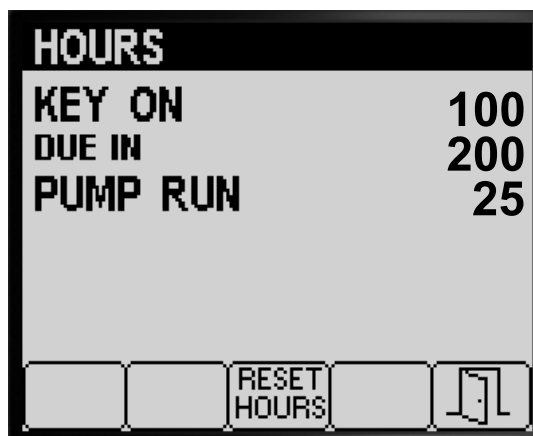

Figure 81
3. Utilisez le compteur affiché (Figure 81) pour déterminer ce qui suit :
4. Pour réinitialiser les heures pour tous les compteurs, appuyez sur le bouton 3 (Figure 81).
5. Appuyez sur le bouton 5 pour quitter l'écran HOURS et retourner à l'écran ENTRETIEN (Figure 81).